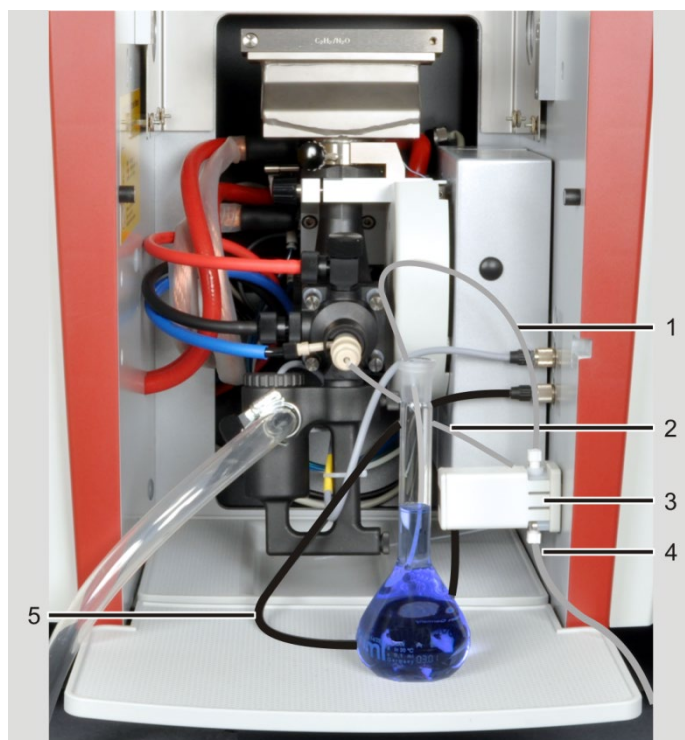

Fig. 46 SFS 6 para alimentación manual de muestras instalado
- manguera de mediana longitud en la conexión superior – hacia la muestra (1 en Fig. 46)
- manguera corta en la conexión lateral – hacia la cánula del pulverizador (2)
- manguera larga en la conexión inferior – hacia la solución de lavado (4)
3. Enchufar el cable de control (5 en Fig. 46) en la conexión (hembra) de dos pines en la pared del compartimento de muestras.
4. Insertar la manguera corta (2) en la cánula del pulverizador.
5. Sumergir la manguera larga (4) en la botella de provisión con solución de lavado.
6. Sumergir la manguera de mediana longitud (1) en el recipiente de muestras y/o conectarla a la cánula de aspiración del automuestreador.